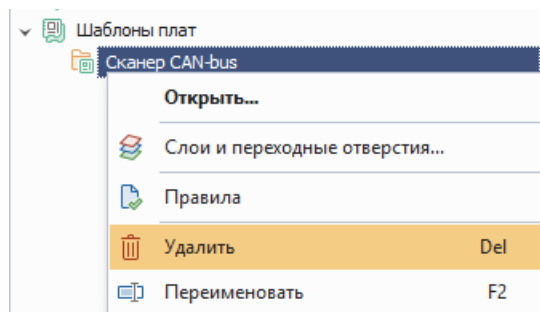

Рис. 136 Удаление шаблона платы
2. Вызовите контекстное меню и выберите пункт «Удалить», Рис. 136. Для данного действия также задана горячая клавиша Delete.